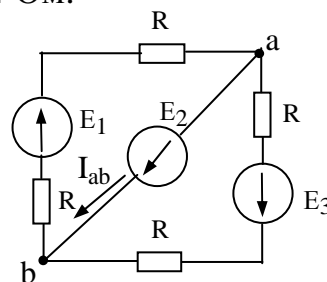

Рис. 1.4.10
1.4.10. Известны параметры элементов схемы (рисунок 1.4.10): $E_1=100$ В, $E_2=20$ В, $E_3=20$ В, $R=10$ Ом. Определить ток I_{ab} в ветви ab .